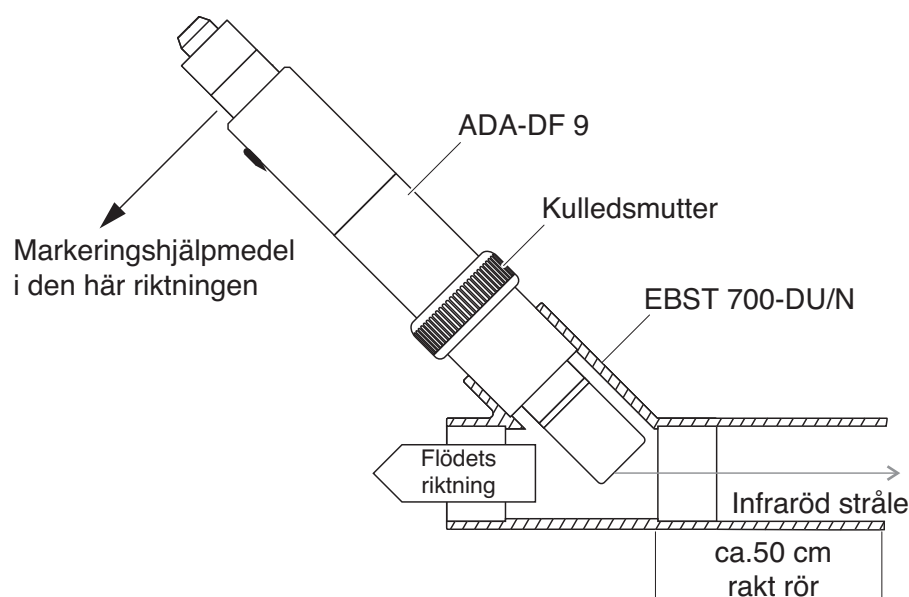

Fig. 3-5 Turbiditetsgivare i röret med genomströmningsadapter EBST 700-DU/N
Fig. 3-5 visar installation med genomströmningsadaptern EBST 700-DU/N i en rak rörledning (DN 50). Den infraröda strålen är parallell med rörledningens axel och pekar i motsatt riktning mot flödesriktningen. Märkningen på givaren pekar mot rörledningen (se Fig. 3-5).
- 3 Montera givaren i genomströmningsadaptern med hjälp av ADA-DF 9-adaptorn (se bruksanvisningen för adaptorn). För att placera kopplingsringen på EBST 700-DU/N korrekt lossar du den något och riktar in märkningshjälpen enligt Fig. 3-5. Dra sedan åt kopplingsringen.